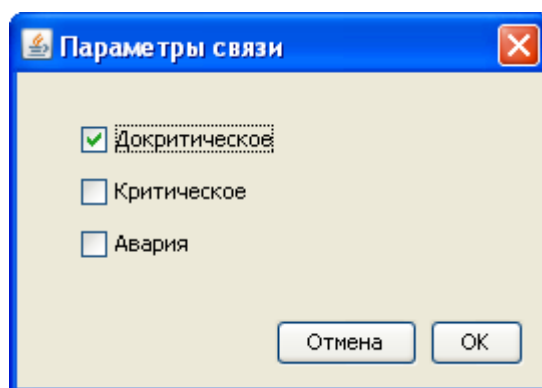

Рисунок 36 – Окно для задания установок срабатывания исполнительного реле для управления специализированными устройствами предприятия
– далее последовательно выбирается курсором значок нужного датчика и от него проводится, как ранее описано, линия к значку реле, в результате чего на экран выводится окно «Параметр связи», в котором нужно выбрать один из уровней: «Докритическое», «Критическое» или «Авария», после чего нажать кнопку «ОК» для записи в БД этих установок, см. рисунок 36;